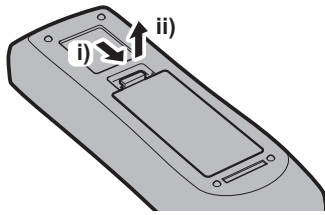

Figura 1
- 1) **Abra la tapa. (Figura 1)**